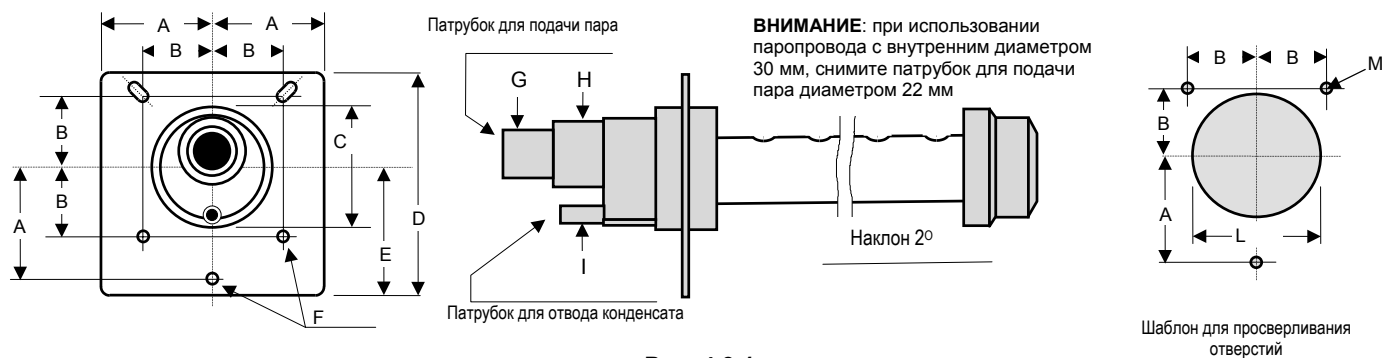

Рис. 4.3.1
На Рис. 4.3.1 и 4.3.2 представлены размеры распределителей Carel, а в таблице 4.3.1 указаны минимальное количество и модель распределителя, *рекомендуемые* для данного типа увлажнителя.
- Высверлить ряд отверстий в стене воздуховода по шаблону, указанному на Рис. 4.3.1 или 4.3.2;